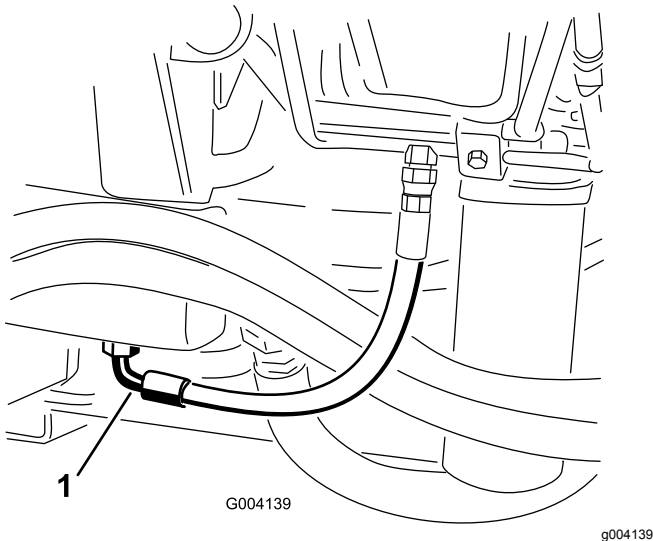

Figura 89
2. Coloque um recipiente de escoamento grande debaixo da união presa à parte de baixo do reservatório do fluido hidráulico (Figura 89).